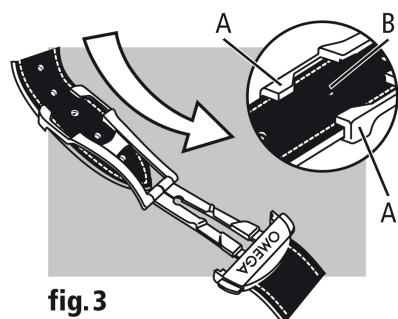

fig.3
Как отрегулировать длину (рис. 3): освободите длинный конец ремешка из двух пазов (A) и выньте шип застежки из отверстия (B). Переставьте ремешок в нужном направлении, после чего вставьте шип в отверстие и заправьте ремешок в пазы. Примерьте часы и повторите операцию в случае необходимости.